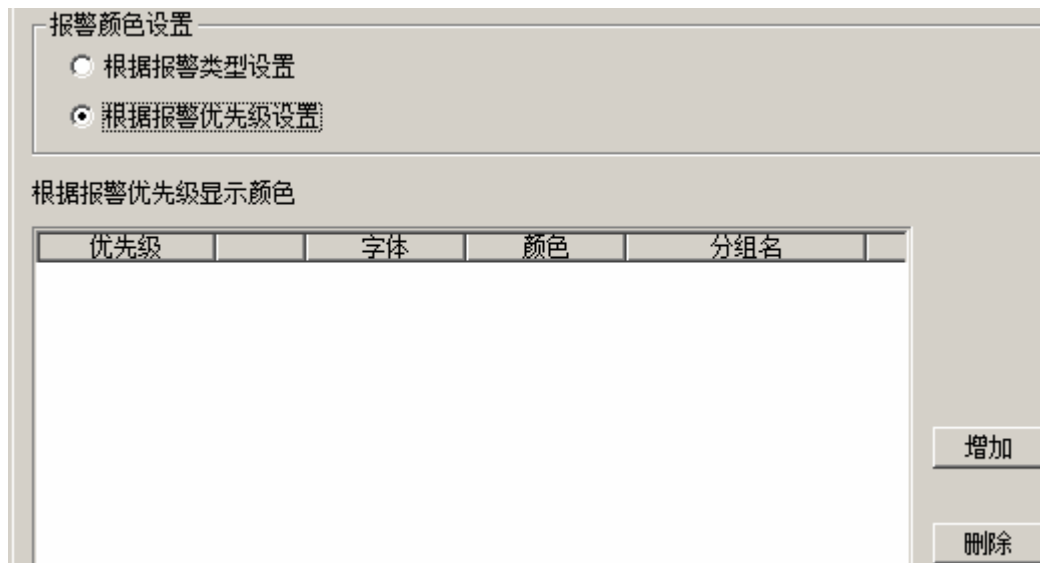

图 3-43 报警颜色优先级设置
1. 在“报警设置”设置界面的报警颜色页签中，选择“根据报警优先级设置”，界面如图 3-43 所示。